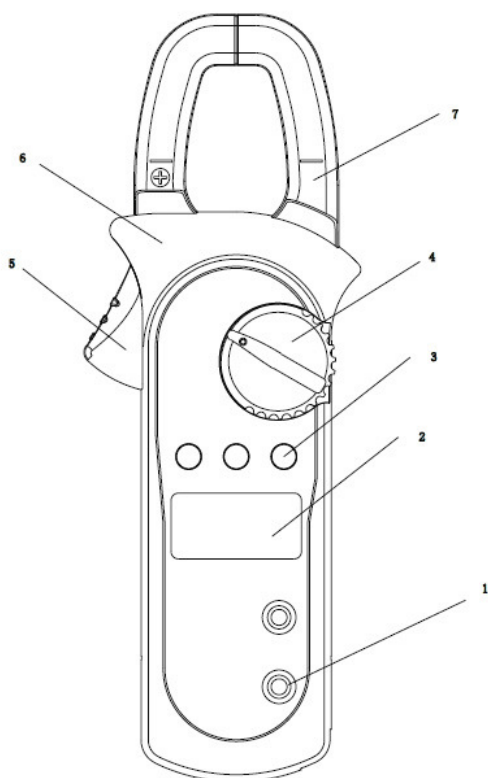

Рис.1
V. Описание передней панели (см. рис.1)